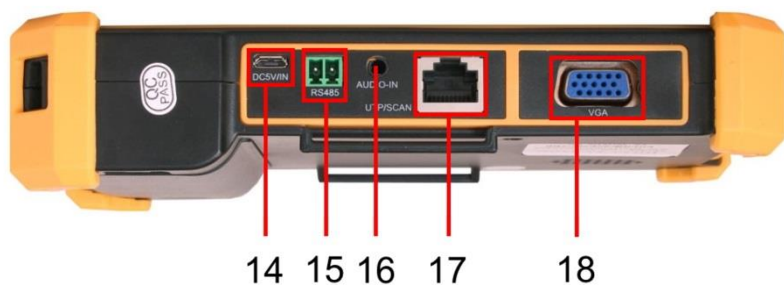

Рис. 5 Тестер TSH-H-5, разъемы нижней панели
При подключении поворотной PTZ видеокмеры дополнительно используется клеммная колодка RS485 (15) Рис. 5 (соответствующий кабель входит в комплект). Остальные подключения видеокмеры к тестеру выполняются аналогично п.5.1.
Подключение устройств с интерфейсом VGA производится к входу с обозначением VGA на нижней панели тестера (18) Рис. 5. Тестер в этом режиме работает как монитор.
Данная функция тестера позволяет прослушивать аудиосигнал от внешнего источника. Для включения этой функции достаточно соединить кабелем TRS 3.5 из комплекта поставки разъем AUDIO-IN (16) Рис. 5 и источник сигнала (Рис. 19).